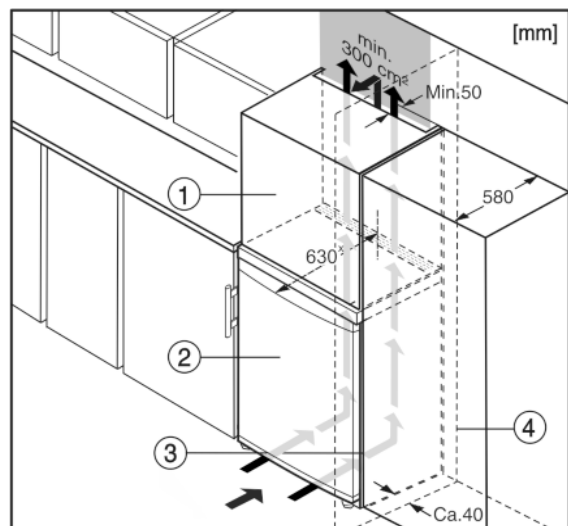

Fig. 5
L'appareil peut être réagencé avec des buffets de cuisine. Pour adapter l'appareil *Fig. 5 (2)* à la hauteur du coin cuisine, une rehausse *Fig. 5 (1)* peut être posée sur l'appareil.
Lors de la transformation avec des placards de cuisine (profondeur max. 580 mm), l'appareil peut être placé directement à côté du placard de cuisine *Fig. 5 (3)*. L'appareil dépasse latéralement de 34 mm \* et de 50 mm \* au centre de l'appareil par rapport à la face avant du placard de cuisine.
Si l'appareil est installé avec les charnières à côté d'un mur *Fig. 5 (4)*, la distance entre l'appareil et le mur doit être de 40 mm min. Ceci correspond à la saillie de la poignée lorsque la porte est ouverte.